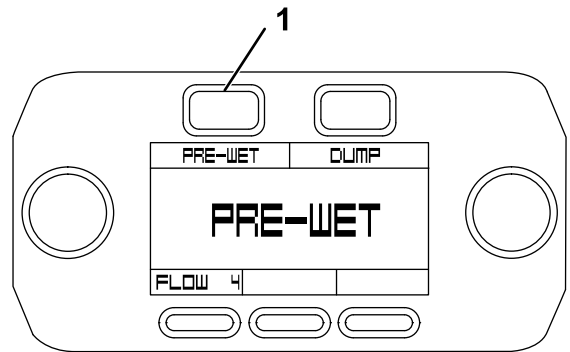

Figura 48
- En la pantalla de prehumectación, pulse el botón Pre-Wet (Figura 48).